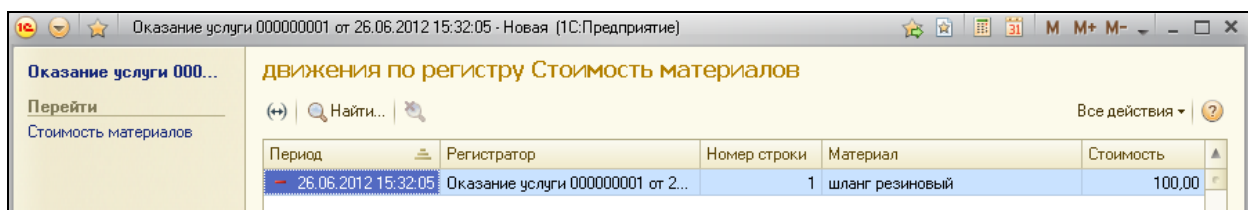

Рисунок 3.33 Движения по регистру Стоимость материалов
9. Перейти к регистру **Стоимость материалов**. Происходит движение документа по регистру (рис. 3.33).